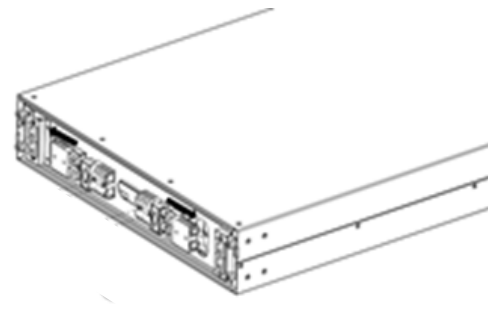

Figure 2
- 2) Séparez les connecteurs Anderson noirs des modules de batterie. (Figure 2)